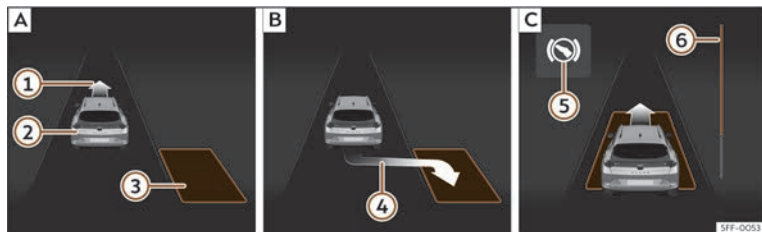
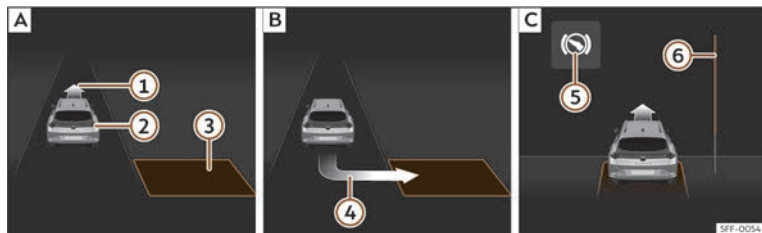

Fig. 182 Sur l'écran du combiné d'instruments : stationner en créneau. **[A]** Chercher une place de stationnement. **[B]** Position de stationnement. **[C]** Manœuvrer.
Fig. 183 Sur l'écran du combiné d'instruments : stationner en bataille. **[A]** Chercher une place de stationnement. **[B]** Position de stationnement. **[C]** Manœuvrer.
recte pour stationner» **fig. 182 [B]** ou» **fig. 183 [B]** a été atteinte. La place sera considérée comme « appropriée » si l'indication de stationnement ④ apparaît à l'écran du combiné d'instruments.
• Reculez jusqu'à ce que retentisse le signal continu du ParkPilot ; **OU** : reculez jusqu'à ce que l'indication de passer en marche avant >>> **fig. 182 [C]** ou >>> **fig. 183 [C]** apparaisse à l'écran du combiné d'instruments ; **OU** : reculez jusqu'à ce que le message **Park Assist terminé** apparaisse à l'écran du combiné d'instruments. La barre de progression **⑥** indique la distance à parcourir >>> page 306.
d'instruments. Le système de stationnement assisté dirige le véhicule en marche avant et en marche arrière jusqu'à ce qu'il soit centré sur la place >>> **fig. 182 [C]** ou >>> **fig. 183 [C]**.
La barre de progression >>> **fig. 182 ⑥** et >>> **fig. 183 ⑥** affiche symboliquement la distance relative qu'il reste à parcourir à l'écran du combiné d'instruments. Plus la distance est grande, plus la barre de progression est remplie. En circulant en marche avant, le contenu de la barre de progression diminue vers le haut, et en circulant en marche arrière, il diminue vers le bas.